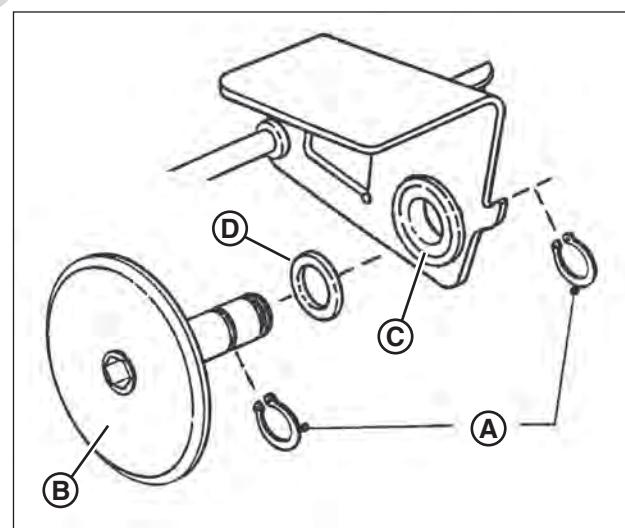

Figure 31 : Remplacer le disque entraîné
3. Enlever les deux circlips (**A**, **Figure 31**) qui retiennent le disque entraîné en caoutchouc (**B**) à l'ensemble disque entraîné.
2. Enlever les deux circlips (**A**, **Figure 31**) qui retiennent le disque entraîné en caoutchouc (**B**) au plateau de pression.